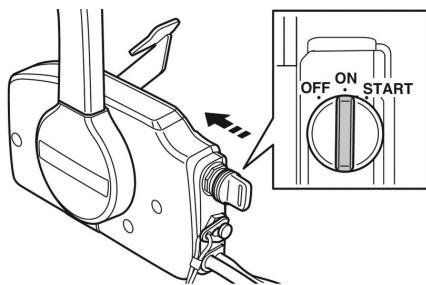

Рис. 32 Включение электромагнитного клапана управления воздушной заслонкой
2. Если двигатель лодочного мотора холодный, перед запуском нужно закрыть воздушную заслонку карбюратора. Нажмите на ключ зажигания (Рис. 32), при этом срабатывает электромагнитный клапан управления воздушной заслонкой, установленный на впускном коллекторе двигателя, и воздушная заслонка карбюратора закроется.